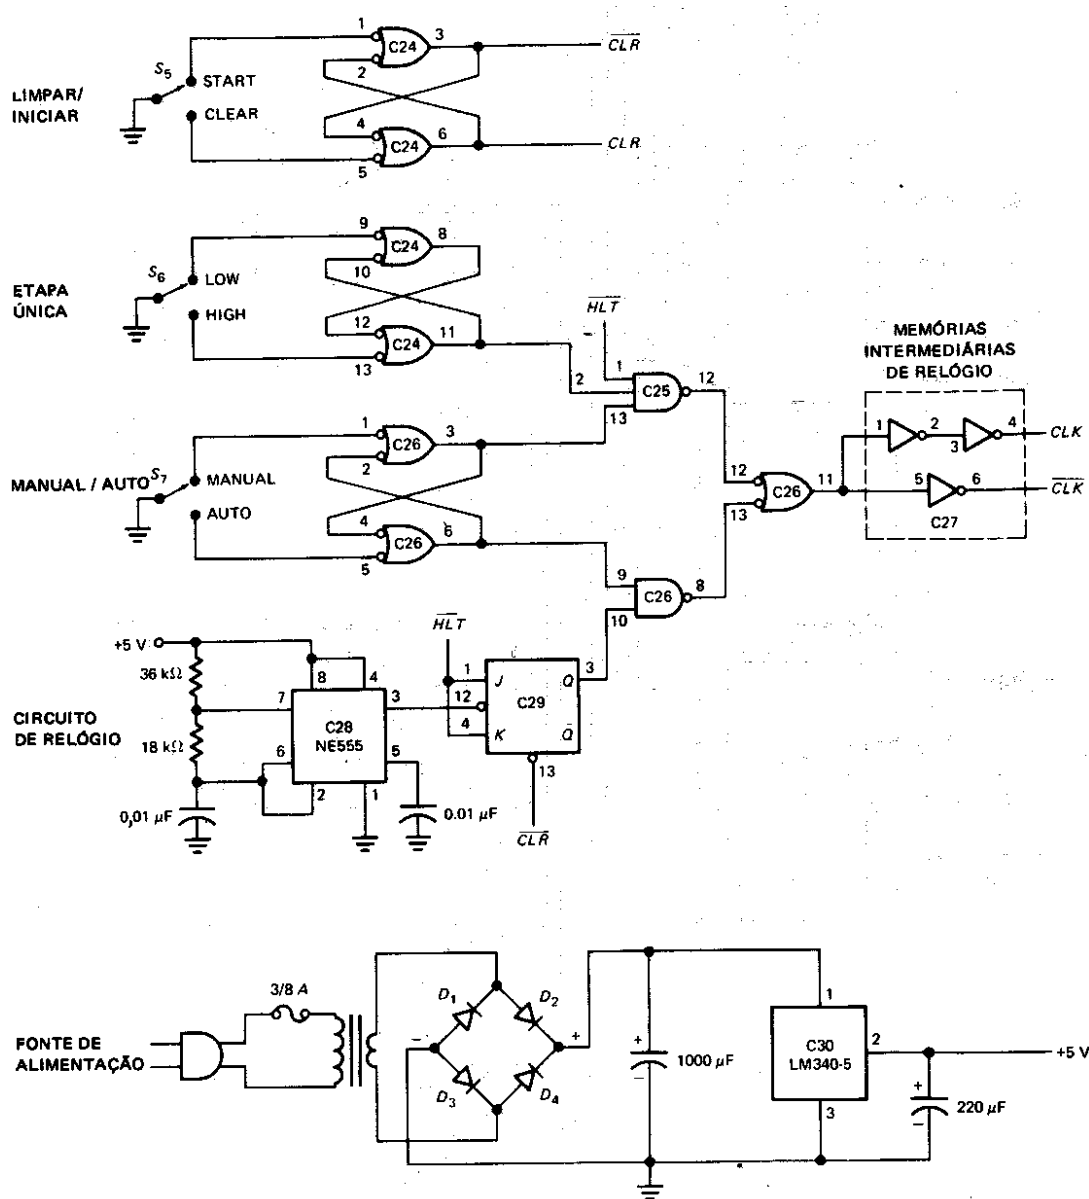

Fig. 10-22
**10-11.** Responder às seguintes perguntas quanto à Fig. 10-22: